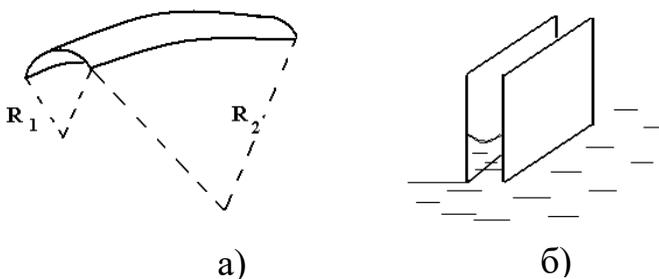

Рис. 25. Частные случаи давления Лапласа
Для сферы  $R$  – радиус кривизны. Если поверхность не шаровая (рис. 25а), где  $R_1$  и  $R_2$  – радиусы кривизны двух взаимно перпендикулярных сечений, то, введя понятие средней кривизны, можно обобщить формулу Лапласа (53). Кривизна  $H$  – это величина, обратная радиусу.  $H = \frac{1}{R}$ .
1. Для сферы  $R_1 = R_2$  и из (54) получается  $p_L = \frac{2\alpha}{R}$ .
2. Если в жидкость опущены две пластины, между которыми жидкость имеет мениск (рис. 25б), то  $R_1 = R$ ,  $R_2 = \infty$  и из (54) имеем  $p_L = \frac{\alpha}{R}$ . При малом расстоянии  $d$  между пластинами  $R \approx \frac{d}{2}$ , тогда  $p_L = \frac{2\alpha}{d}$ .